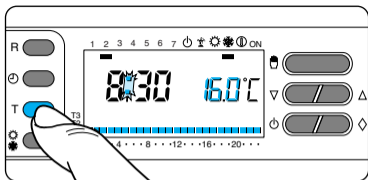

Fig. 35
**6.3** -Premere il pulsante T (fig. 35).